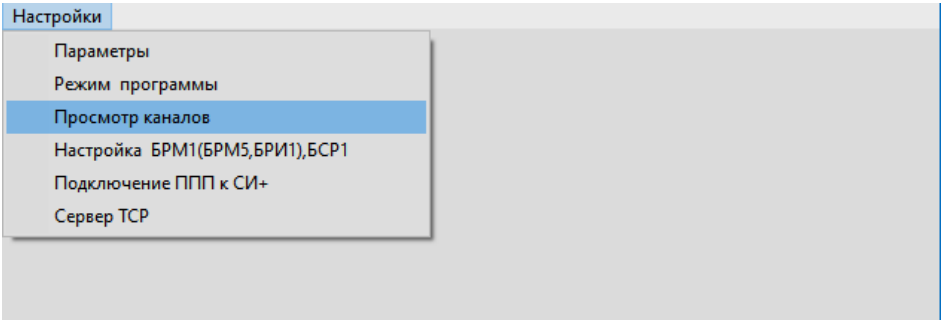

Рисунок 4.1
4.2 На начальной форме помощью ЛКн выбрать и активировать опцию «Просмотр каналов» (рисунок 4.1). В результате на экране отобразится форма, представленная на рисунке 4.2